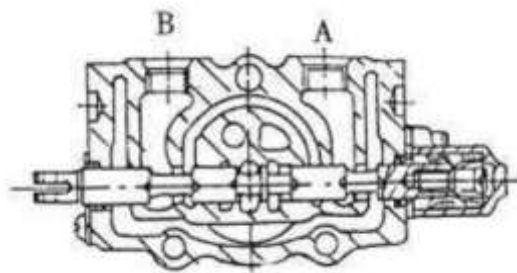

Рис. 7.3. Вдавливание плунжера
(2) Вдавливание плунжера (см. Рис. 7.3).